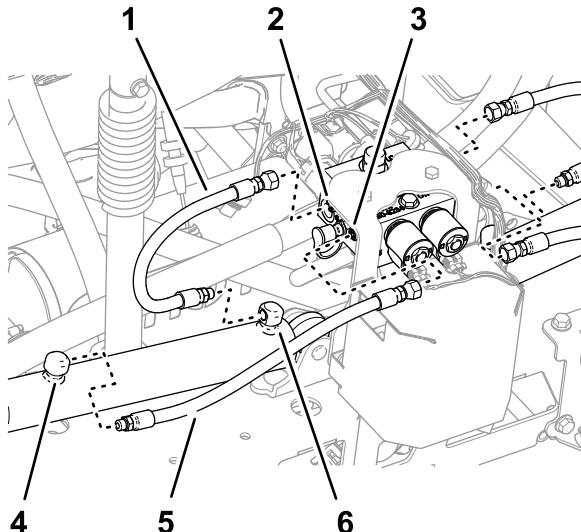

图39
- 从左、右提升油缸的延长端口卸下软管 图39。
2. 从提升油缸歧管的 C2 和 C4 端口卸下软管图39。
3. 从左、右提升油缸的回收端口卸下软管图39。
4. 从提升油缸歧管的 C1 和 C3 端口卸下软管图39。